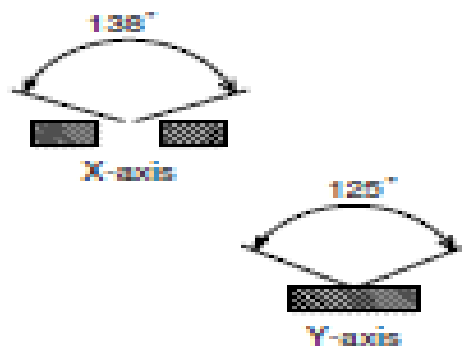

图5 入射视角
6.1 入射视角图	X 轴方向: 138 度 Y 轴方向: 125 度 详见图 5